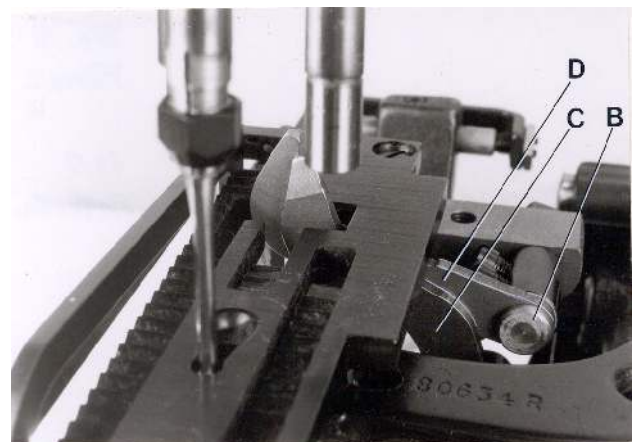

Fig. 19
The knives of the chain cutter can be resharpened as long as the cutting edges will overlap approx. 0.3 mm (.012") and the knife pilot (D, Fig. 19) clears on the bottom surface of the throat plate when in cutting position. The knife pilot (D) should not contact the bottom surface of the throat plate, because the stroke of the chain cutter must be limited on styles 80800R and S by the core of the solenoid (C, Fig. 16) striking against the solenoid (D, Fig. 16) and on styles 80800RL and SL by the clamp (A, Fig. 17) striking against the hexagon head stop screw (B, Fig. 17). The knife pilot (C, Fig. 19) and head of stud (B, Fig. 19) should not contact, when in cutting position.
Die Kettenscheren-Messer können nur so oft nachgeschliffen werden, solange sich die Schneiden etwa 0,3 mm überlappen und der Messerschenschenkel (D, Fig. 19), in Schneidstellung, an der Stichplattenunterkante freigeht. Der Messerschenschenkel (D) darf die Unterseite der Stichplatte nicht berühren, da die Hubbegrenzung der Kettenschere bei den Maschinen 80800R und S durch den am äußeren Magnetteil (D, Fig. 16) anschlagenden Magnetkern (C, Fig. 16) und bei den Maschinen 80800RL und SL durch das an der Sechskant-Anschlagschraube (B, Fig. 17) anschlagende Klemmstück (A, Fig. 17) erfolgen muß. In Schneidstellung dürfen sich der Messerschenschenkel (C, Fig. 19) und der Kopf des Bolzens (B, Fig. 19) nicht berühren.